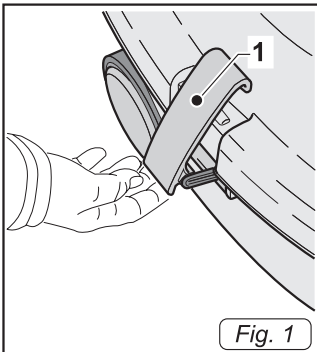
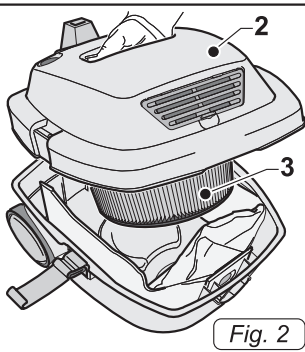

Fig. 1
Fig. 2
- Desconectar las palancas (1 Fig.1) y quitar la tapa (2 Fig.2) con la unidad motor y filtro de cartucho (3 Fig. 2).
- Volver a colocar la tapa y bloquearla con las palancas (1 Fig.1).
- Desconectar las palancas (1 Fig.1) y quitar la tapa (2 Fig.2) con todo el motor y filtro de cartucho (3 Fig.2).
- Desconectar las palancas (1 Fig.1) y quitar la tapa (2 Fig.2) con el motor y filtro de cartucho (3 Fig.2).